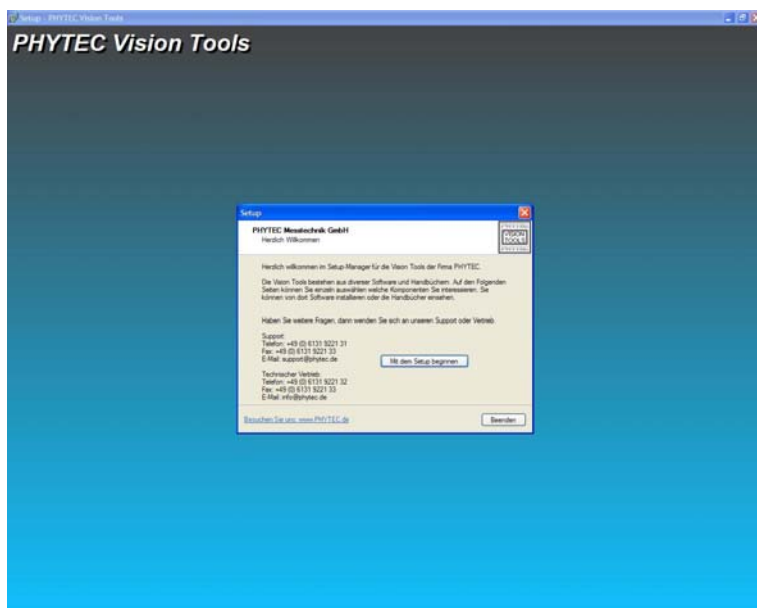

Bild 25: PHYTEC Installationsmenü
- Im erscheinenden Installationsmenü (*siehe Bild 25*) wählen Sie *pciGrabber* aus.